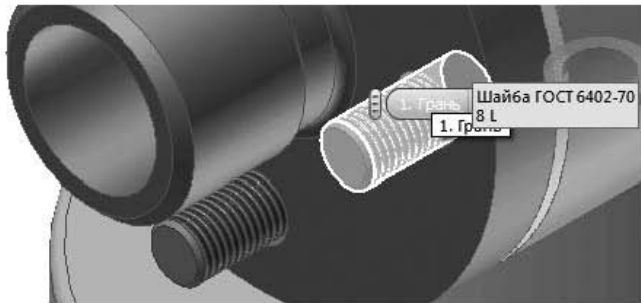

Рис. 9.32. Вставка шайбы. Выделение стержня шпильки
9. Выберите команду ленты Сборка ► Компонент ► Вставить из Библиотеки компонентов , раздел Крепежные изделия ► Шайбы ► Пружинные ► Шайба ГОСТ 6402–70. Выделите нужное крепежное изделие и нажмите на кнопку ОК. Подведите курсор к шпильке. Увидев выделение выступающей части шпильки, щелкните мышью (рис. 9.32).